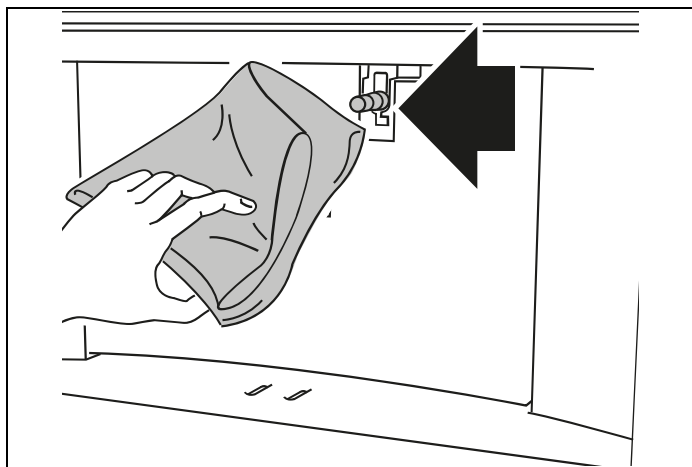

Fig. 39
- 5) Avlägsna mjölkbehållaren och rengör alltid ånganslutningsmunstycket (**A10**) med en ren duk (Fig. 39).